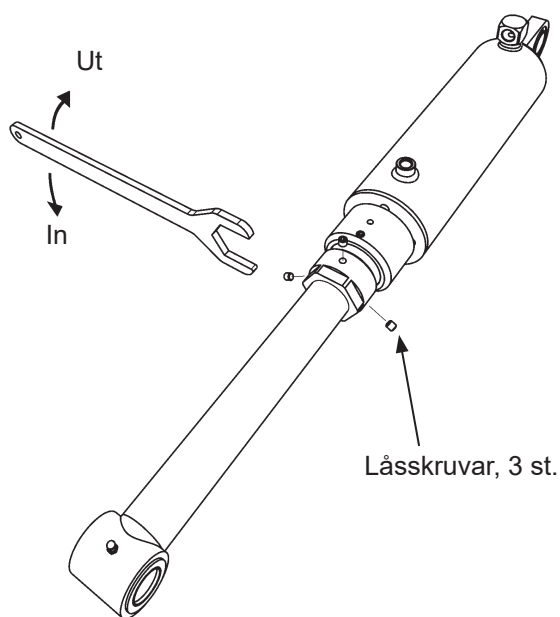

Bild 36. Justering av tiltvinkel
3. Lossa de tre låsskruvarna på cylindern som sitter monterad i plattformen, Bild 36.